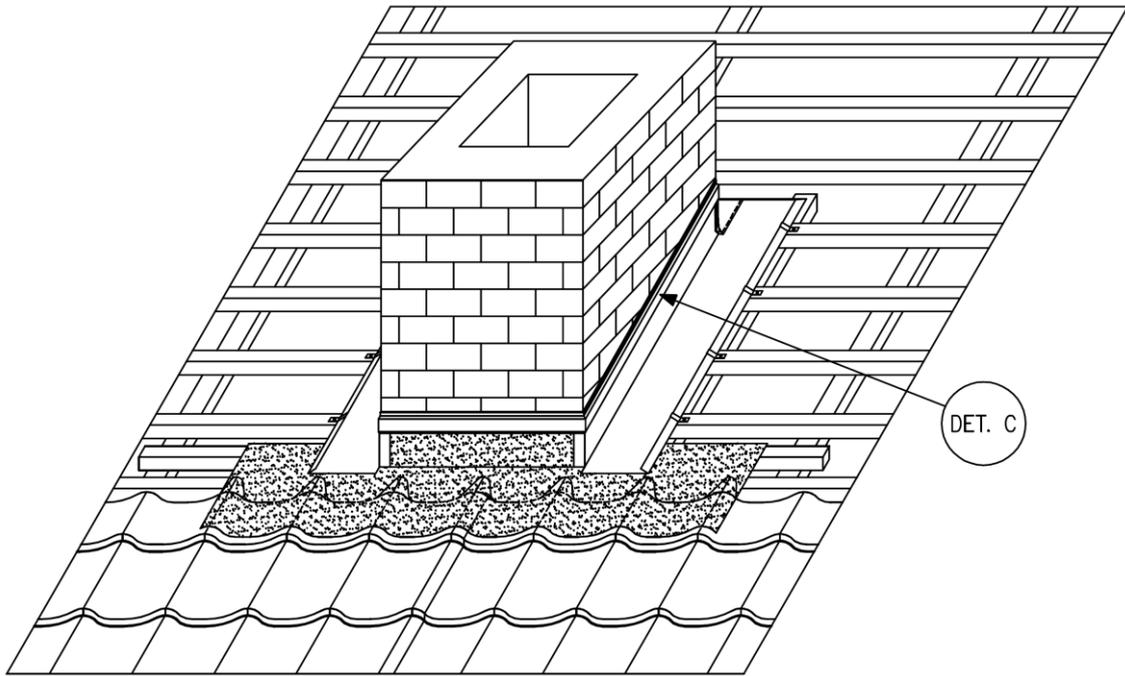

Abb. 17d: Einbau der oberen Leiste der Abkantung
- Die obere Deckungsleiste der Abkantung wird gemäß Abb. 17d und entsprechenden Details ausgestattet.